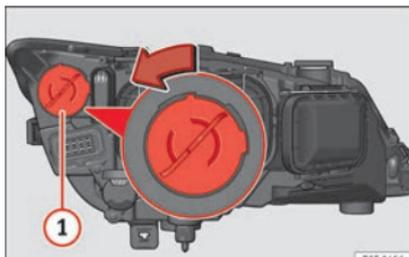

Fig. 105 Lampadina per luce diurna.
- Ruotare il portalamпада ►► fig. 105 ① verso sinistra e tirare.